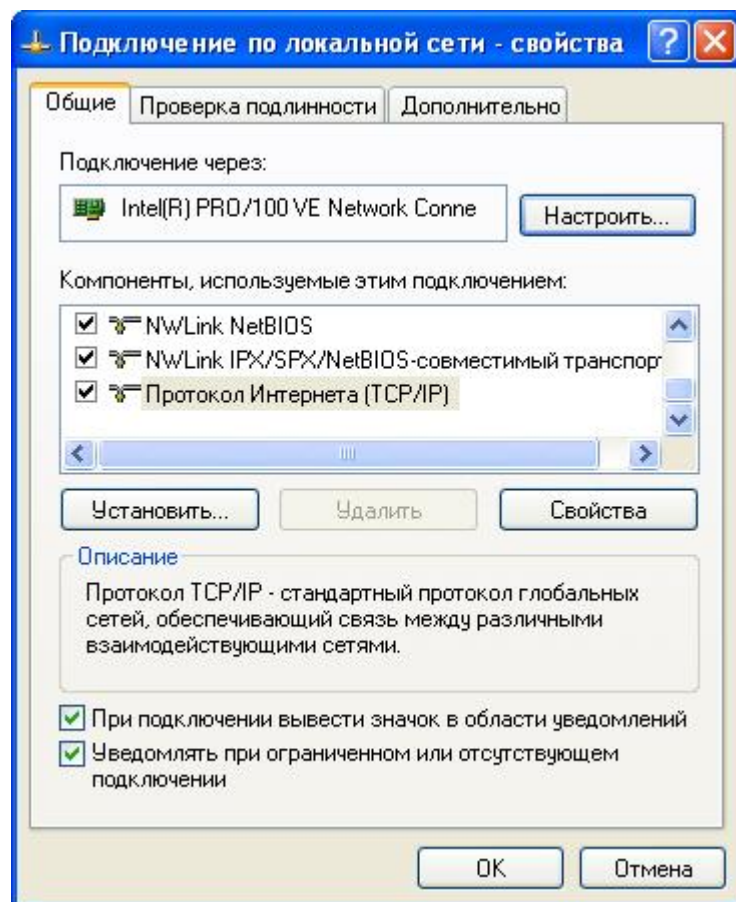

Рисунок 1 – Подключение по локальной сети
3.2.2 На ПЭВМ в свойствах «Подключение по локальной сети» (рисунок 1), проверить настройки протокола TCP/IP (выбрать пункт «Протокол Интернета TCP/IP», нажать кнопку «Свойства»).